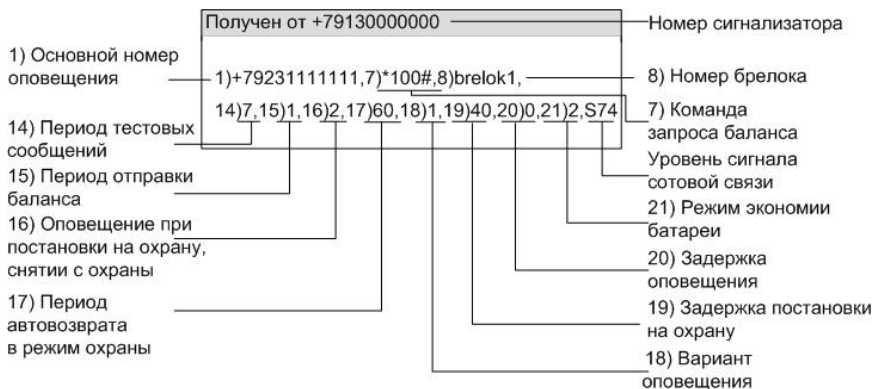

Рис.6 SMS с настройками
4. Через 30 секунд от последнего действия на основной номер придет SMS сообщение с настройками (см. рис. 6).